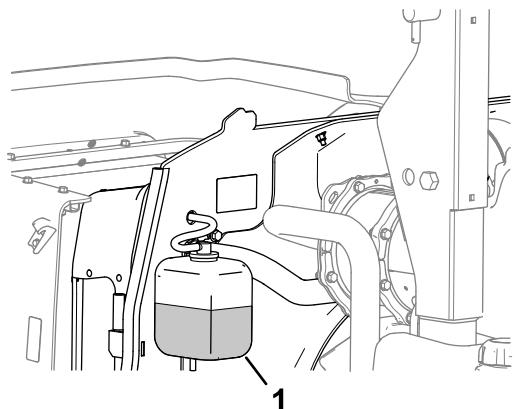

Figure 67
- Vérifiez le niveau du liquide de refroidissement dans le vase d'expansion (Figure 67). Il doit se situer entre les repères qui figurent sur le côté du réservoir.